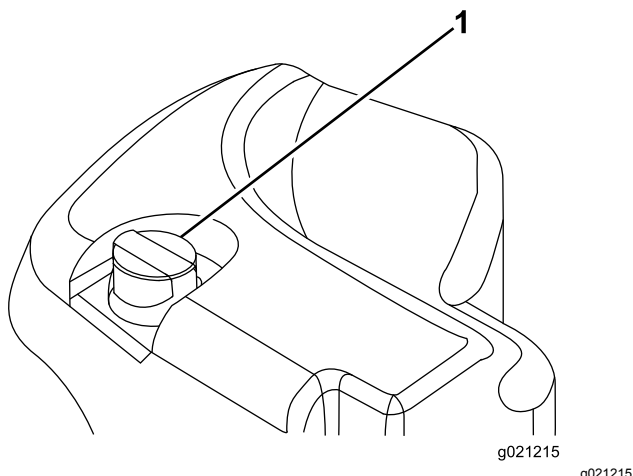

Bild 98
2. Reinigen Sie den Bereich um den Füllstutzen und den Deckel des Hydraulikbehälters (Bild 98). Drehen Sie den Deckel vom Füllstutzen ab.